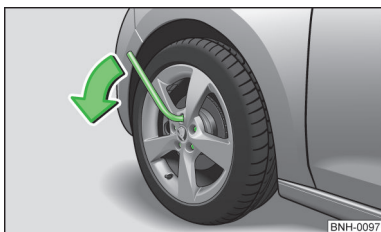

Abb. 148
- › Am Schlüsselende fassen und die Schraube etwa **eine** Umdrehung in Pfeilrichtung drehen » Abb. 148.
- › Am Schlüsselende fassen und die Schraube entgegen der Pfeilrichtung drehen » Abb. 148, bis diese fest ist.